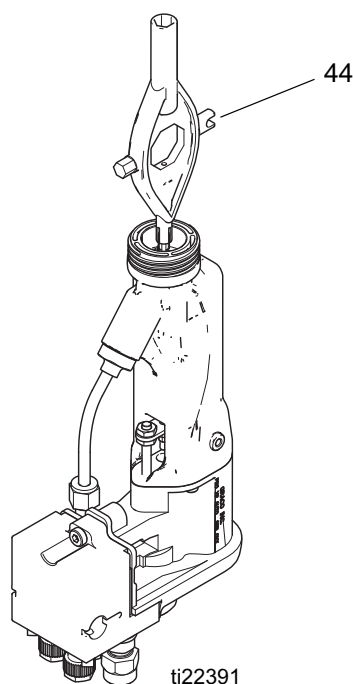

FIG. 29. Wymiana elektrody
3. Odkręcić elektrodę (3) za pomocą narzędzia uniwersalnego (44). FIGURE 29.